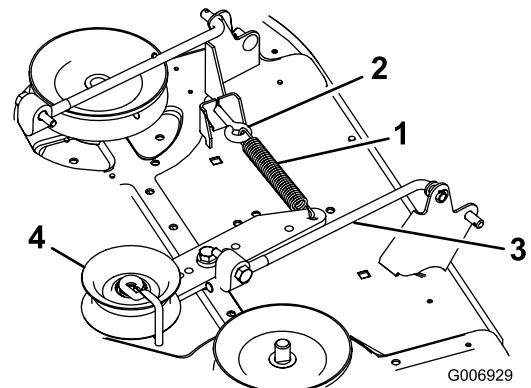

Bild 38
7. Haken Sie die Feder vom Spannscheibenarm in die Halterung am Mähwerk aus (Bild 38).